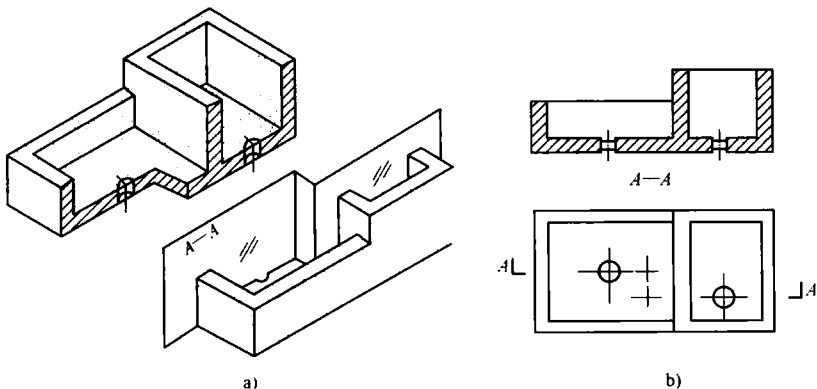

图 1-11 阶梯剖面图
3) 阶梯剖面图。用阶梯形平面剖切形体后得到的剖面图, 如图 1-11 所示。